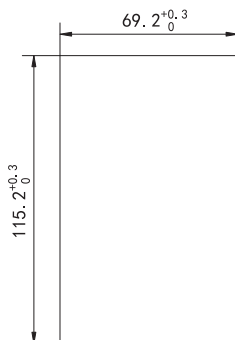

图7.1b) 操作面板安装（柜门开孔）尺寸图
7.4.2 图7.1b)：操作面板安装（柜门开孔）尺寸图，操作面板可以直接安装在柜门门板上。